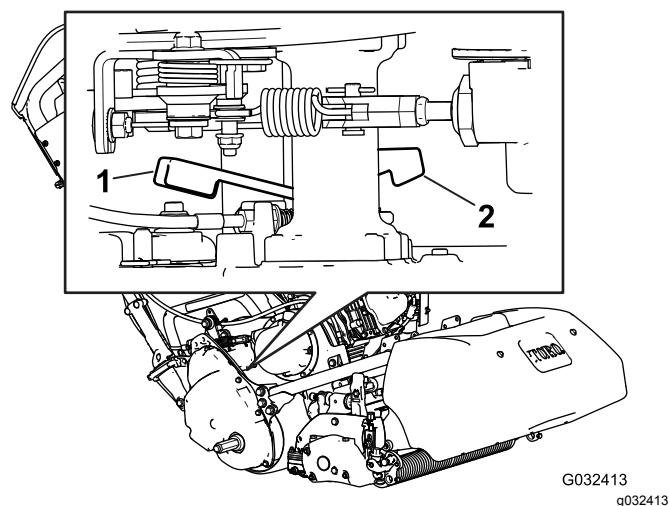

Рисунок 32
1. В правом заднем углу машины найдите рядом с барабаном корпуса привода рычаг включения/отключения тяги (Рисунок 32).